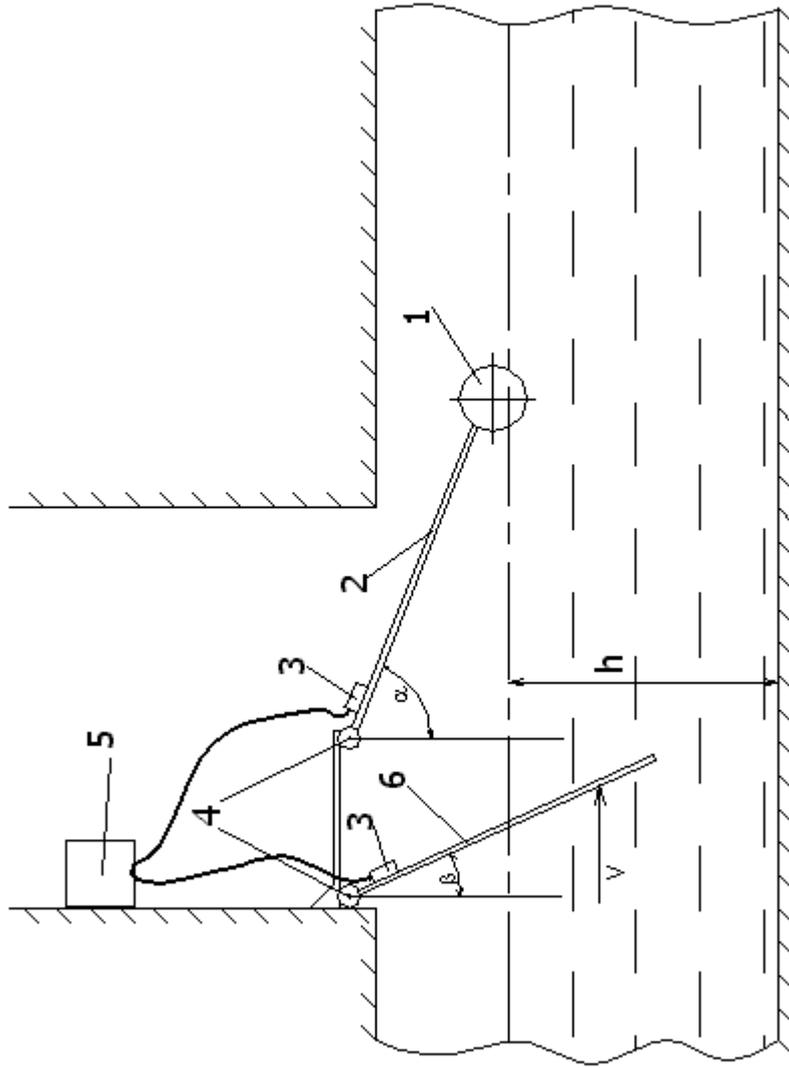
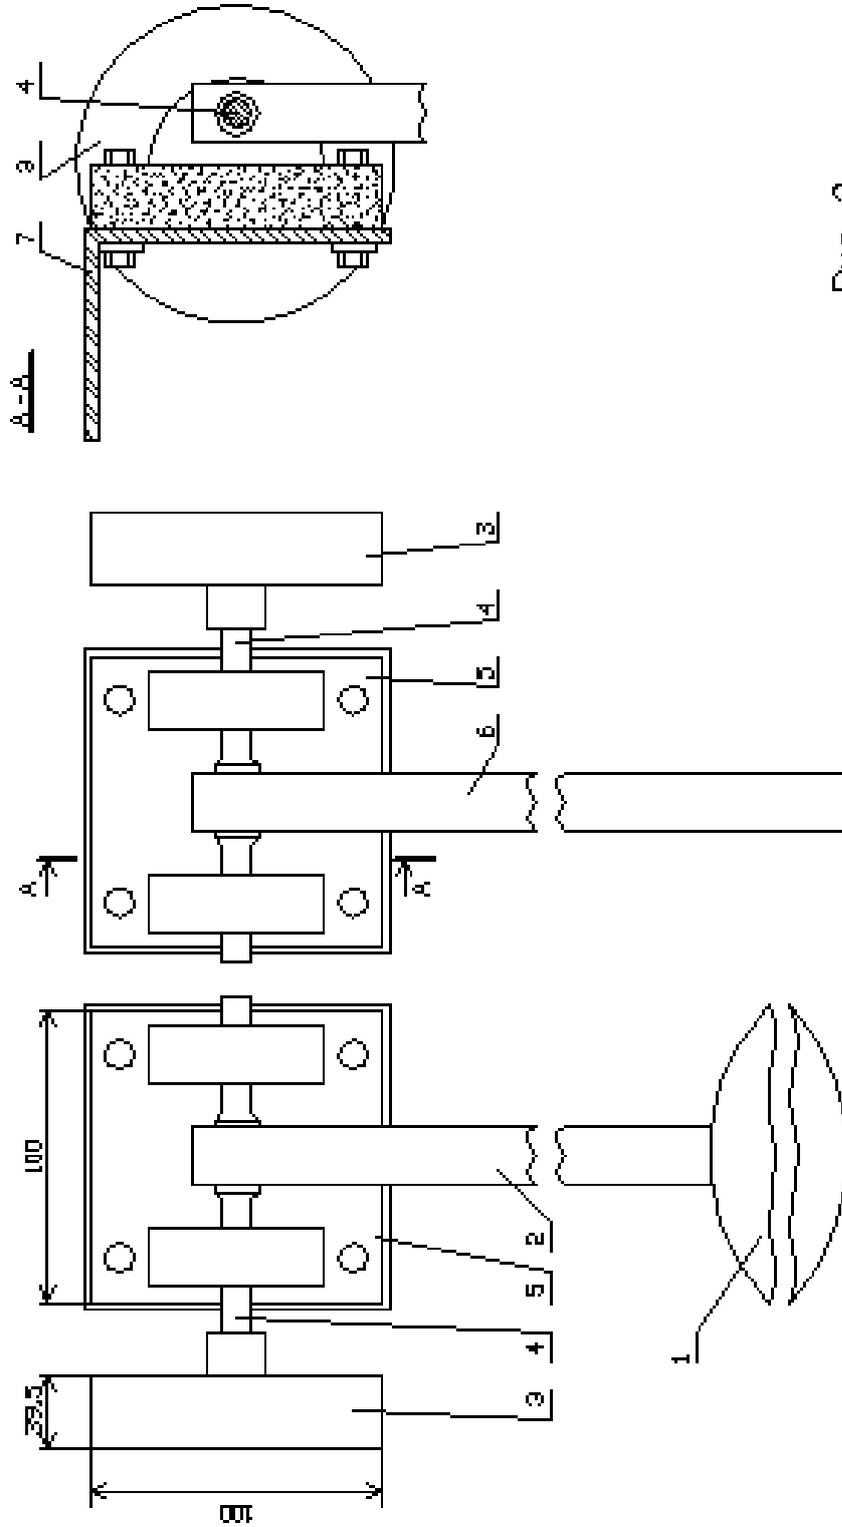

Рис. 1
Рис. 2
1.4.1. Принцип действия расходомера (рис.1) состоит в непрерывном измерении уровня и средней скорости потока. В соответствии со значением уровня потока вычисляется его сечение. Расход определяется как произведения средней скорости потока на его сечение. Объем потока определяется как произведения расхода на время измерения.
1.4.2. Измерение уровня потока выполняется с помощью преобразователя уровня (см. рис.1), представляющего собой рычаг (2) с жестко закрепленным поплавком сферической формы (1). Второй конец рычага жестко соединен с осью (4) подшипника подвески. На оси жестко закреплен датчик угла (3). Подвеска жестко крепится к конструкции стока. Длина рычага и размеры поплавка выбираются исходя из габаритных размеров канала.
1.4.4. Принцип измерения скорости потока (см. рис.1) аналогичен измерению уровня. Измерение производится с помощью поворотной лопасти (6), один конец которой жестко закреплен на оси (4) подшипника подвески, а второй конец свободно опущен в жидкость. На оси подшипника жестко закреплен датчик угла (3), полностью идентичный датчику угла уровнемера. При воздействии потока лопасть отклоняется в сторону движения потока и соответственно меняется угол ее наклона (β). Датчик угла в зависимости от исполнения формирует кодовый сигнал пропорциональный углу отклонения лопасти относительно абсолютной вертикали к линии горизонта или непосредственно значение скорости потока. Сигнал в зависимости от исполнения РСБП поступает в блок соединений и защиты БСЗ и далее по каналу интерфейса RS-485 протокол MODBUS RTU в блок индикации БИТТ-01 для дальнейшего преобразования.
1.4.11. Принцип работы расходомера показан на схеме рис.1. Внешний вид составных частей РСБП представлен на рис. 2, 3. Схема соединений приведена на рис.4а, 4б и 4в.
1.4.13. Конструктивно преобразователь уровня (рис. 2) состоит из монтажного кронштейна (7), на котором горизонтально и соосно закреплены опоры подшипника вращения (5). В опорах свободно вращается ось (4), на которой жестко закреплены рычаг с поплавком (1, 2) и датчик угла (3). Измерительная ось датчика угла перпендикулярна оси вращения рычага с поплавком. Поплавок свободно опущен в контролируемую жидкость. Для удобства вычисления значения уровня жидкости, поплавок выбран сферической формы. Длина рычага с поплавком, как правило, выбирается равной высоте контролируемого канала.